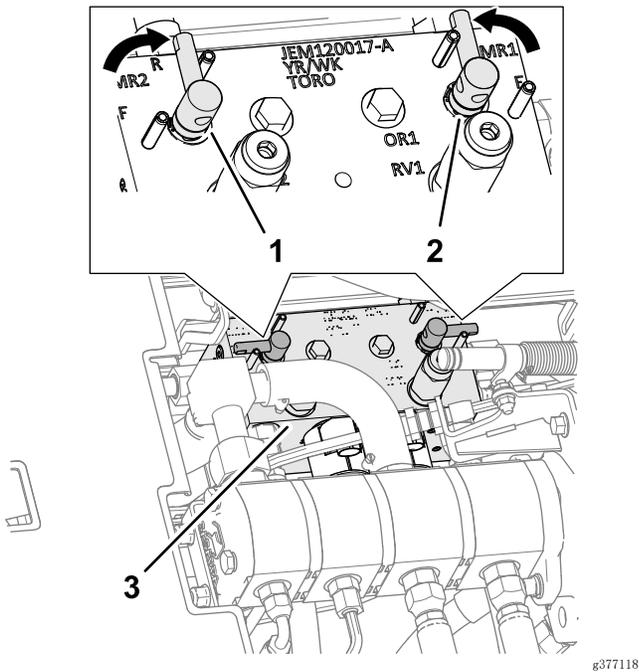

图 117
4. 松开并升起座椅，露出剪草机歧管（图 117）。
- 将倒磨控制杆移至 R（倒磨）位置（图 117）。